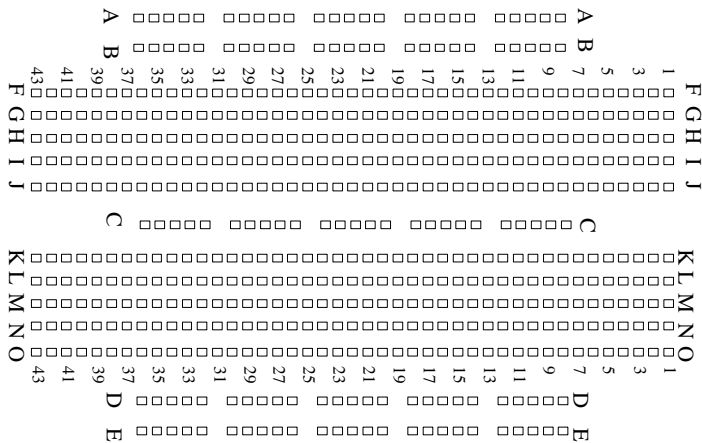

Fig.14.2: Placa base de treball.
- Fes, en la fig.14.2, un esquema de com tens exactament connectat el circuit; fixa't en les coordenades de la placa base on tens cada connexió. Indica també en l'esquema com has fet la mesura de ddp, d'intensitats i de resistències.